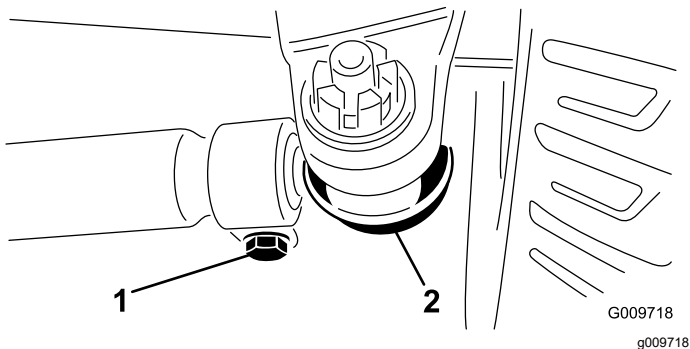

Bild 111
3. Entfernen Sie den Splint und die Mutter von einem der Spurstangen-Kugelgelenke (Bild 111), um die Vorspur einzustellen.
5. Lockern Sie die Klemmen an beiden Enden der Spurstangen (Bild 111).